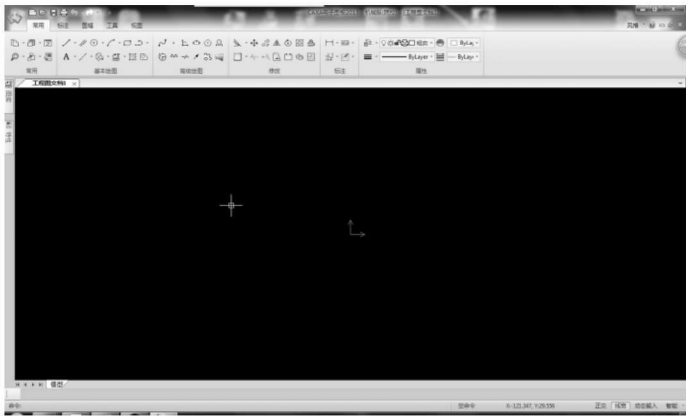

图 1-1-2 CAXA 电子图板 2013 界面
- 2. 打开后的界面如图 1-1-2 所示,黑色的区域称为绘图区,绘图区中心是紫色坐标系。点击界面左上角的“保存文档”,保存文件名为“旋钮”,把文档保存到你设定的位置。